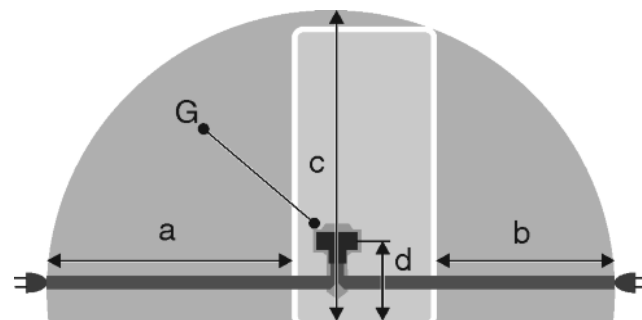

Fig. 20
- La presa non deve trovarsi nella zona posteriore dell'apparecchio, ma entro la zona indicata Fig. 20 (a, b, c).
- ▶ Inserire la spina Fig. 20 (G) sul retro dell'apparecchio. Assicurarsi che si innestino correttamente.